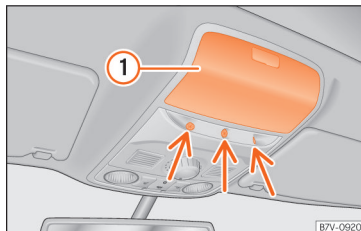

Abb. 93 In der Dachkonsole: Sensoren der Innenraumüberwachung.
- Ablagefach >>> **Abb. 93** ⓘ in der Dachkonsole schließen, da sonst die Funktion der Innenraumüberwachung (Pfeile) nicht uneingeschränkt gewährleistet ist.